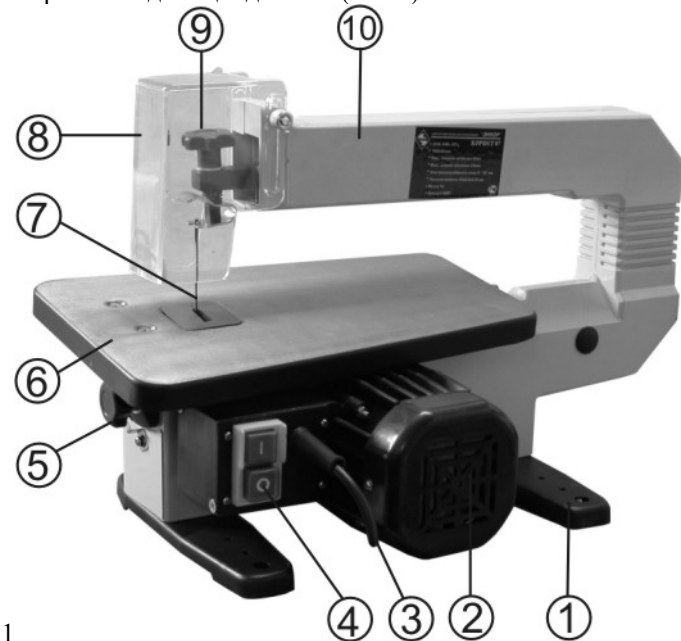

Рис.1
6.1. Лобзик состоит из следующих сборочных единиц и деталей (Рис.1):
- 8.2. Закрепите при помощи болта с гайкой ограждение пильного полотна (8) на раме (10), Рис.1.
ВНИМАНИЕ! Никогда не поднимайте лобзик за раму (10), Рис.1, в противном случае поломка неизбежна.